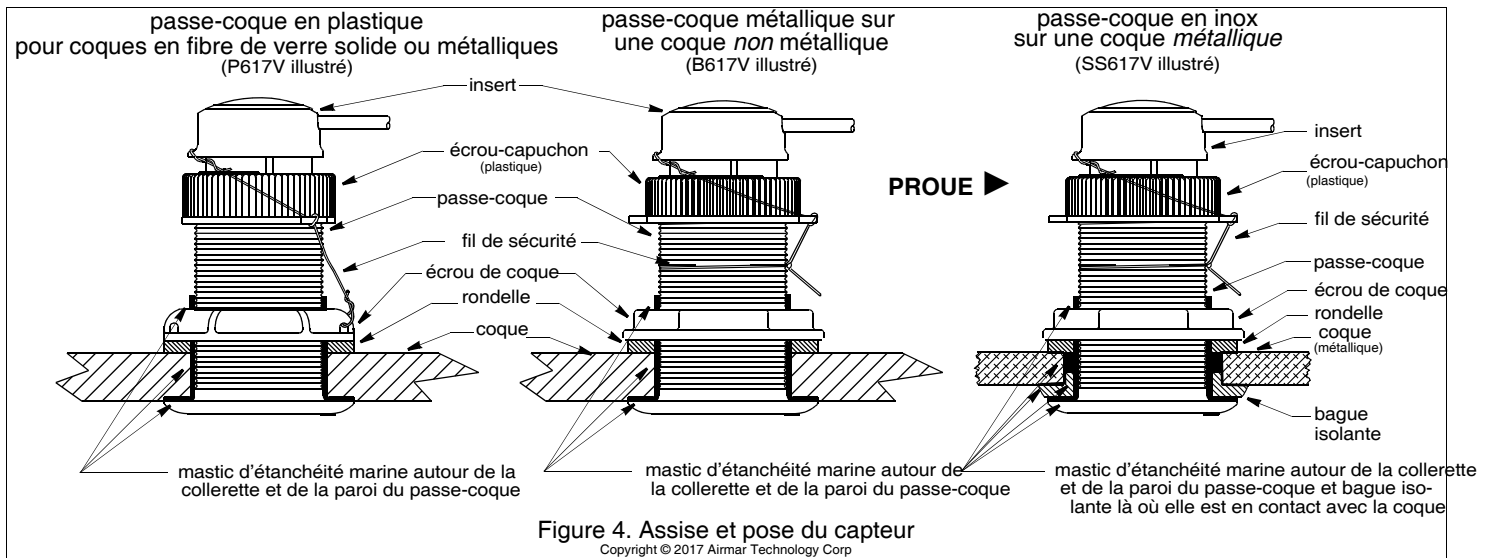

Figure 4. Assise et pose du capteur
Appliquez une couche de 2 mm (1/16") d'épaisseur de mastic d'étanchéité marine autour de la collerette et de la paroi du passe-coque qui sera en contact avec la coque. Appliquez le mastic jusqu'à 6 mm (1/4") au-dessus de l'épaisseur cumulée de la coque, la rondelle et l'écrou de coque (figure 4). Cette précaution garantit la présence de mastic sur les filetages pour une parfaite étanchéité de la coque et pour l'immobilisation sûre de l'écrou de coque.
1. Depuis l'extérieur de la coque, insérez le passe-coque dans le trou d'installation avec un mouvement de torsion afin de chasser l'excès de mastic d'étanchéité (figure 4).
2. Détachez le fil de sécurité et dévissez l'écrou-capuchon pour extraire l'insert du passe-coque (figure 4). Cette opération relève l'insert. Extrayez l'insert en le tirant lentement. Insérez l'obturateur dans le tube passe-coque.